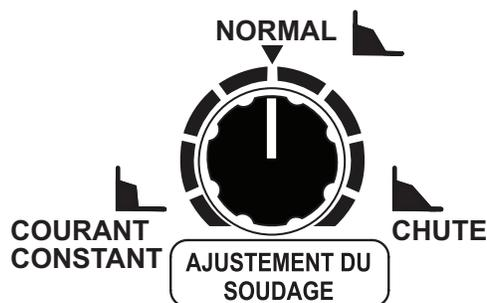

Figure 39. Bouton de commande Régulation du soudage
6. Régler le bouton de contrôle de la régulation du soudage (Figure 39) sur le réglage souhaité.